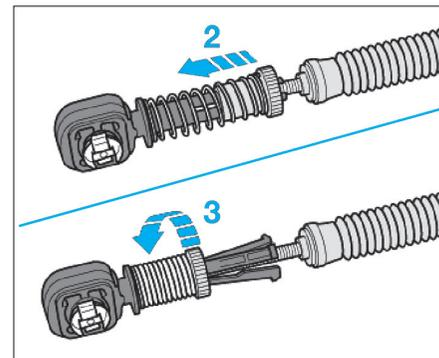
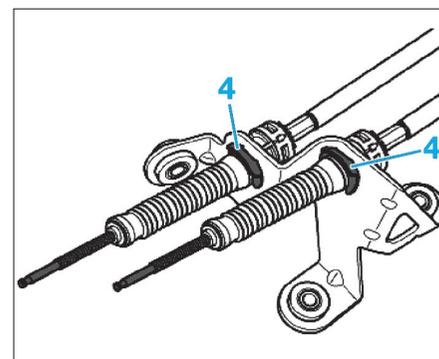
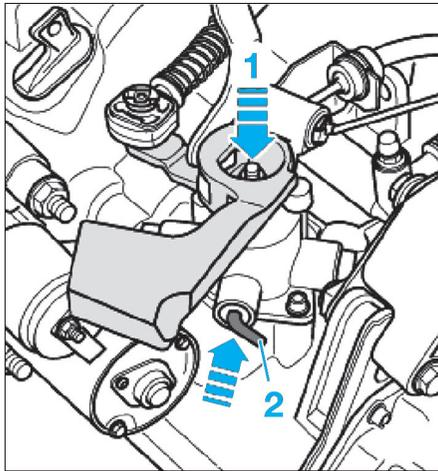

Fig. 13
Fig. 14
Fig. 16
- Repousser le mécanisme de sûreté des câbles vers l'avant jusqu'en butée (2) (Fig.13).
- Tourner le mécanisme de sûreté des câbles vers la droite (3) jusqu'à ce qu'il se verrouille.
- Déposer les segments d'arrêt (4) (Fig.14) et sortir les câbles.
- Bloquer l'arbre de commande comme suit (Fig.16) :
- enfoncer l'arbre dans le sens de la flèche (1),
- pousser la pige (2) jusqu'à ce qu'elle s'enclenche dans l'arbre de commande.